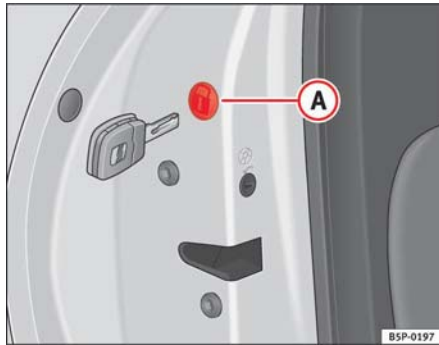

Fig. 57 Cierre de emergencia de las puertas
- Retire el tapón (A) ⇒ fig. 57.